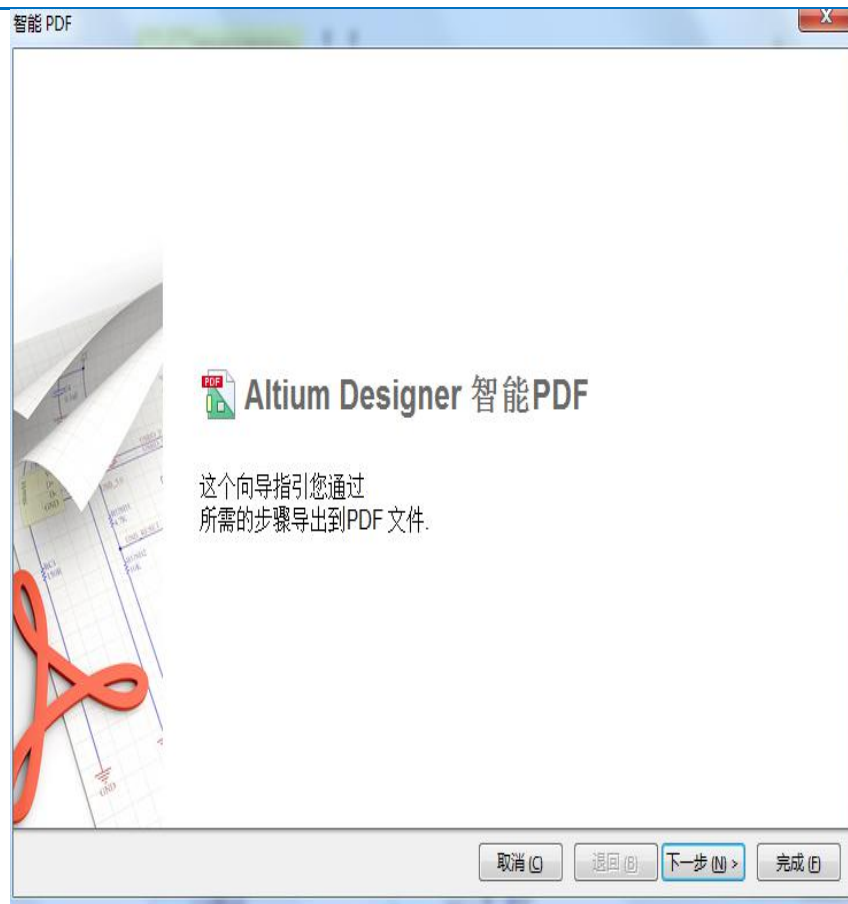

图5-1
(2) 选中一个原理图文件，进入原理图编辑环境，执行菜单命令，“File-智能（Smart）PDF”，进入PDF创建向导。如图5-1所示，一般根据向导来进行设置。